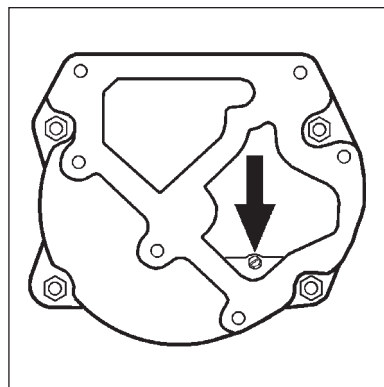

Figura 3
2. Conecte o fio terra usando o parafuso terra verde localizado dentro da caixa elétrica (Figura 3). Conecte o cabo de alimentação à fiação da bomba de acordo com o diagrama de fiação localizado dentro da placa de cobertura elétrica. Prenda com porcas de arame.